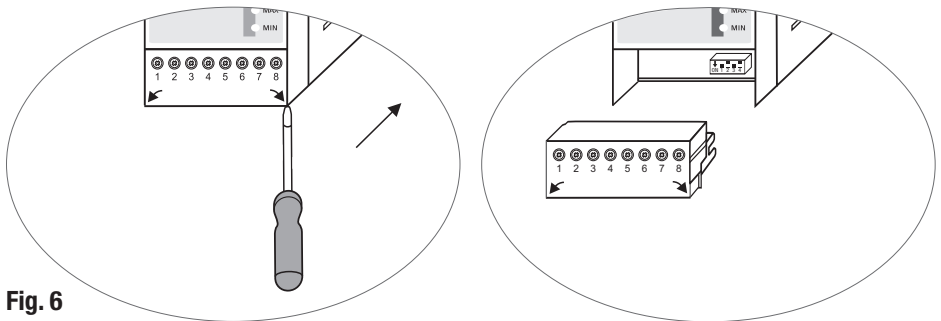

Fig. 6
- Untere und obere Klemmleiste abziehen. **Fig. 6**